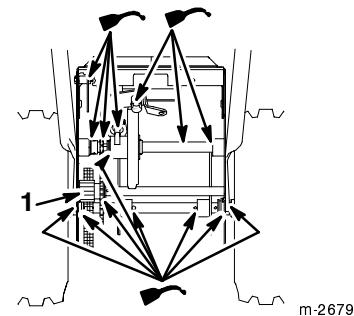

Figure 31
5. Lubrifiez légèrement la déneigeuse avec de l'huile légère comme illustré aux Figures 31 et 32.
7. Graissez légèrement l'engrenage de l'essieu (Fig. 31).